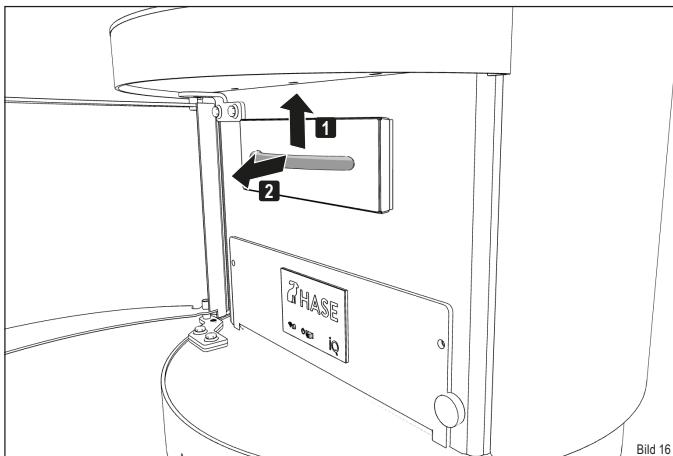

Bild 16
- Ziehen Sie den Aschebehälter am Griff aus der Öffnung heraus (Bild 16).
- Ziehen Sie den Aschebeh ler am Griff aus der  ffnung heraus (Bild 16).